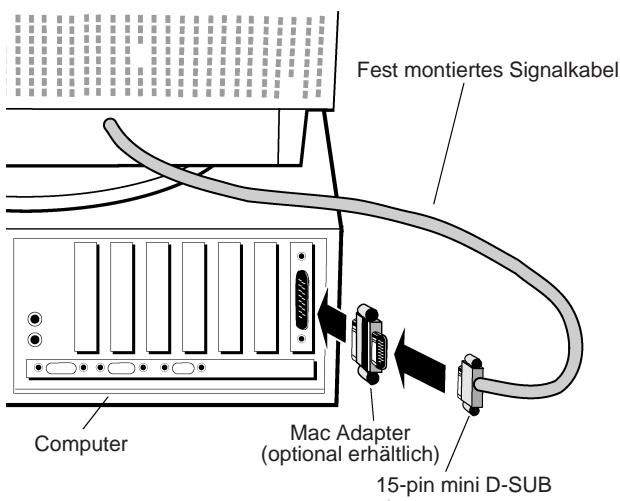

Abbildung B.1
- Für den Macintosh:** Stecken Sie den MultiSync A500+ oder den MultiSync A700+ Macintosh Signaladapter (Option) auf die entsprechende Buchse der Grafikkarte des Macintosh (Abbildung B.1). Stecken Sie den 15-pin mini D-SUB Stecker des fest montierten Signalkabels auf den Adapter am Rechner (Abbildung B1). Ziehen Sie alle Schrauben fest.